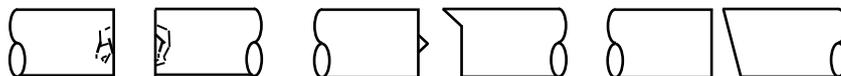

Рис. 7-4 Дефектные торцы волокна
- б) Оцените, пригодны ли торцы оптоволокна. Грязные торцы оптоволокна и торцы оптоволокна с дефектами, заусенцами и слишком большими углами не подходят для сварки, как показано на рис. 7-4. Пользователям необходимо заново подготовить